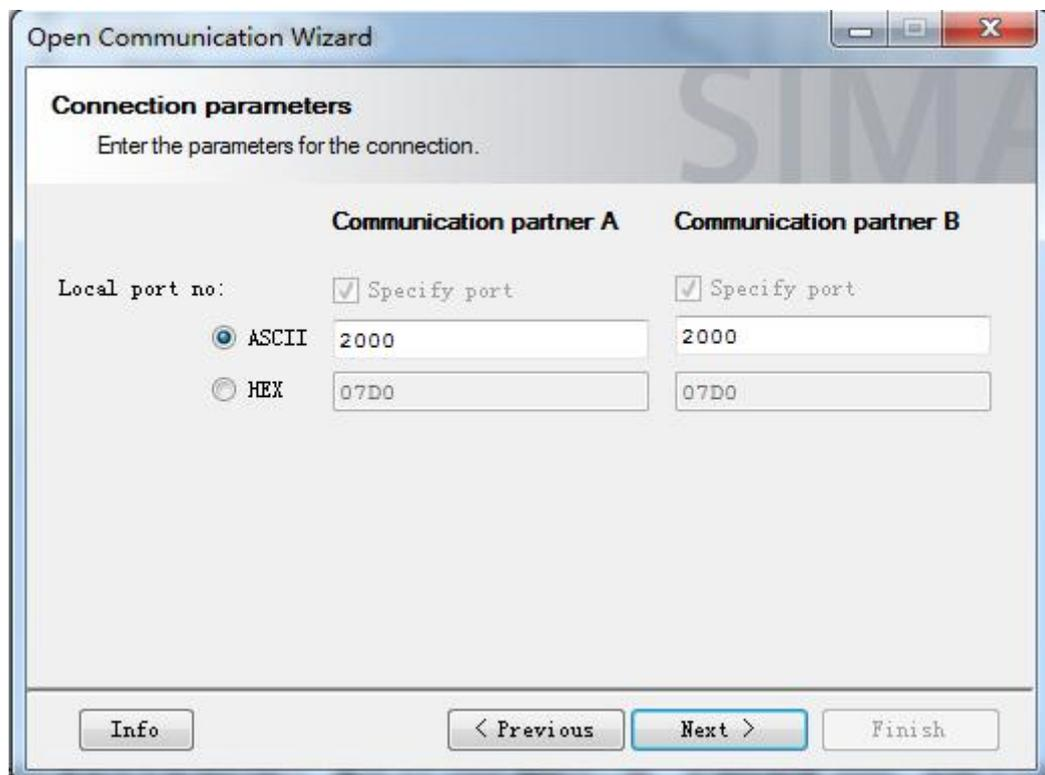

图 3-7 指定通信端口号
3.7 指定通信双方所用的端口号，要与 S7-1500 侧组态一致，本例中都是 2000，如图 3-7 所示。